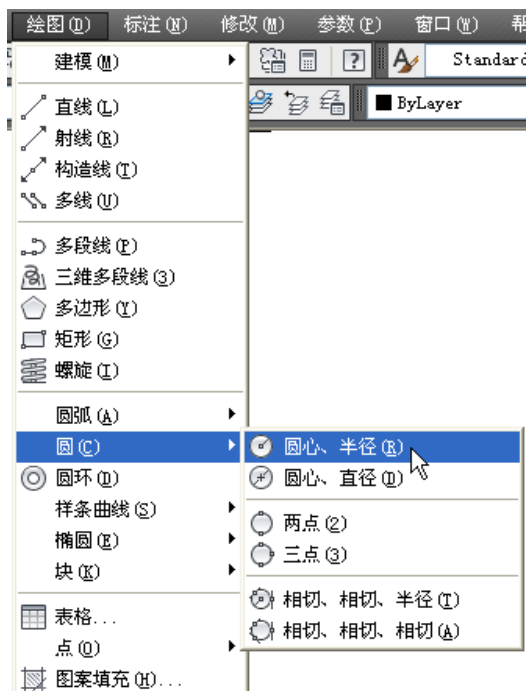

图 1-22 “绘图”菜单
(1) 确保当前工作界面显示有菜单栏，从菜单栏中如图 1-22 所示的“绘图”菜单中选择“圆”→“圆心、半径”命令。
(2) 根据命令行的提示进行如下操作。